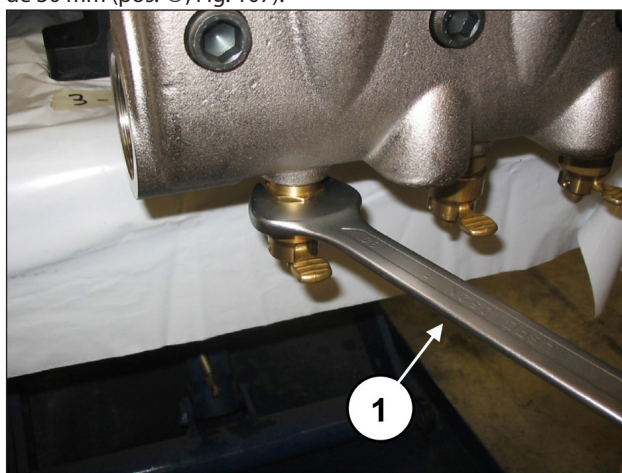

Fig. 107
Solte o dispositivo de abertura das válvulas mediante chave de 30 mm (pos. ①, Fig. 107).